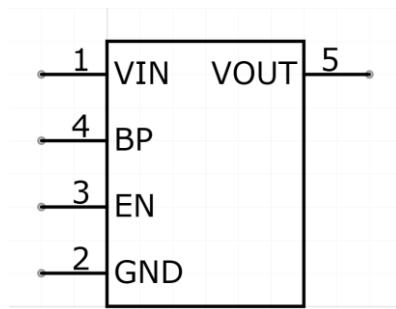

Рисунок 2.19 – УГО RT9193-33
- микросхема RT9193-33 – Имя: «RT9193-33», номер: «U?» (рисунок 2.19).